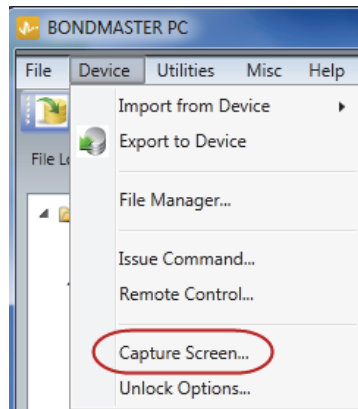

Figura 7-1 Menu Device del BondMaster PC
3. Nel menu **Device** (dispositivo), selezionare **Capture Screen** (cattura dello schermo) [vedere Figura 7-1 a pagina 192].